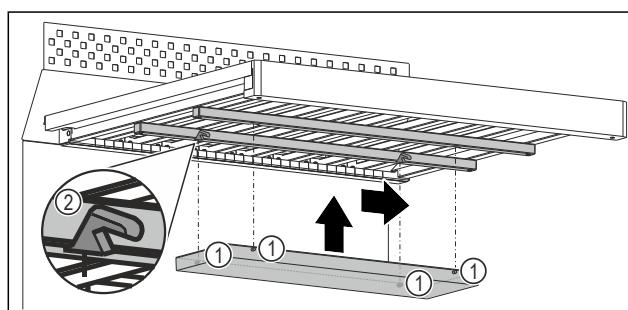

Fig. 97 Примерное изображение
- Установите каждый штифт Fig. 97 (1) в соответствующую выемку Fig. 97 (2) на направляющих под деревянной решеткой.